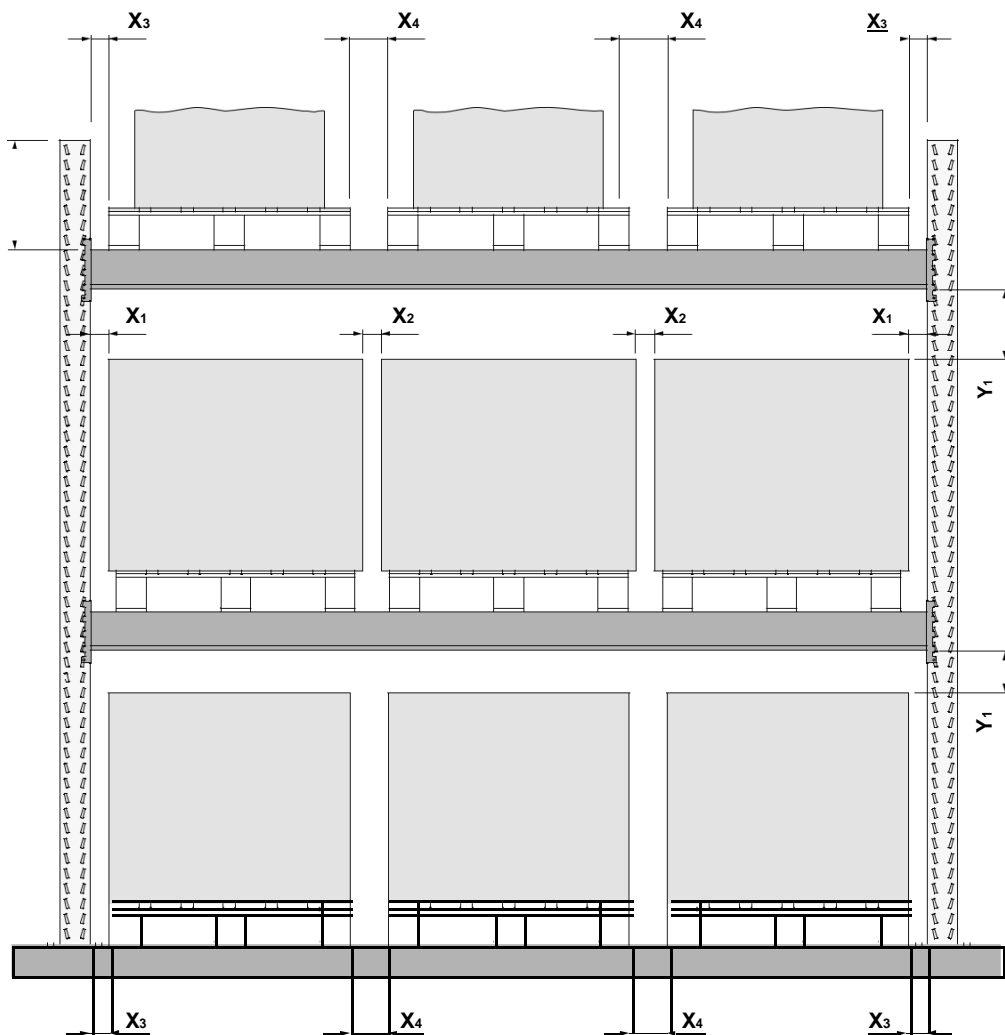

Рисунок 8 - Расположение грузовой единицы на стеллаже
► Не допускается слишком близкое расположение грузовых единиц друг к другу. Расстояния между грузовыми единицами и элементами стеллажа должны быть не менее допустимых значений (рис. 8);